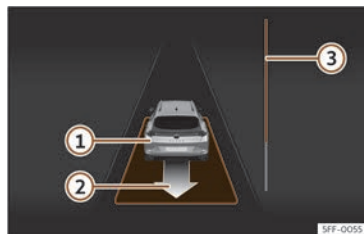

Fig. 196 Sur l'écran du combiné d'instruments : sortir d'une place de stationnement en créneau.
- Reculez jusqu'à ce que retentisse le signal continu du ParkPilot ; **OU** : reculez jusqu'à ce que l'indication de passer en marche avant apparaisse sur l'écran du combiné d'instruments. La barre de progression **>>> fig. 196 $\text{\textcircled{3}}$** indique la distance à parcourir **>>> page 304**.